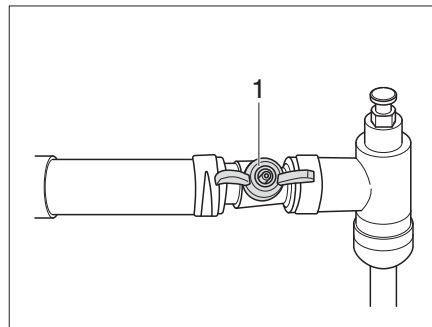

Bild 311 Absperrhahn Alde, geöffnet
- Absperrhahn (Bild 311,1) quer zur Rohrleitung stellen.
- Absperrhahn (Bild 311,1) parallel zur Rohrleitung stellen.